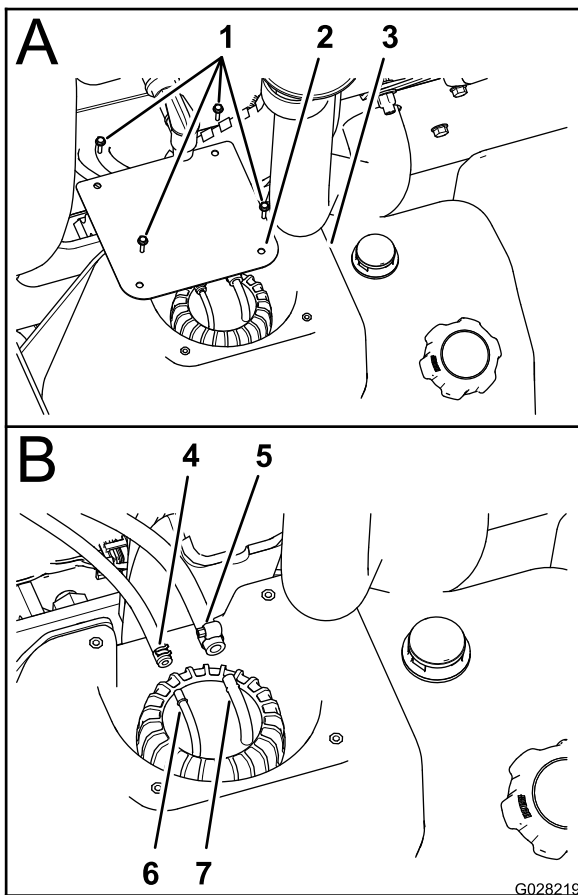

图57
2. 在油箱内，卸下将护罩固定至油箱顶部的 4 个螺丝（10 x ¼ 英寸），然后取下护罩（图57）。
3. 松开将 2 根燃油软管固定至立针管组件顶部 2 个软管接头的夹具（图57）。
4. 从软管接头上断开 2 根软管，将软管中的燃油全部排放到经认可的燃油容器中（图57）。
4. 将 ¼ 英寸 燃油软管安装到 ¼ 英寸 软管接头上，并使用软管夹将软管固定到接头上（图57）。
5. 将 5/16英寸 燃油软管安装到 5/16英寸 软管接头上，并使用软管夹将软管固定到接头上（图57）。